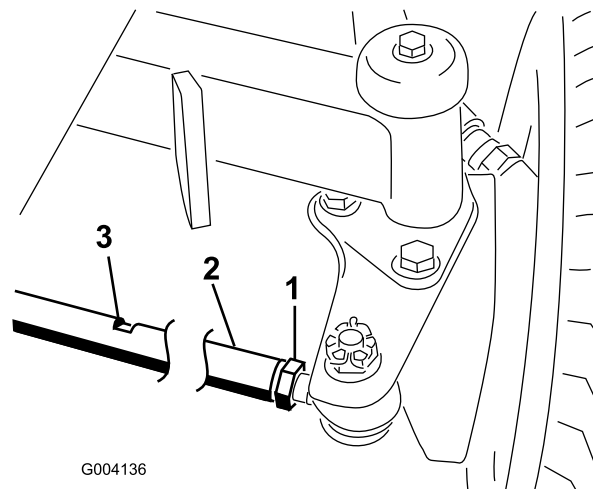

Figura 60
2. Allentate il controdado da ciascun lato del tirante (Figura 60).